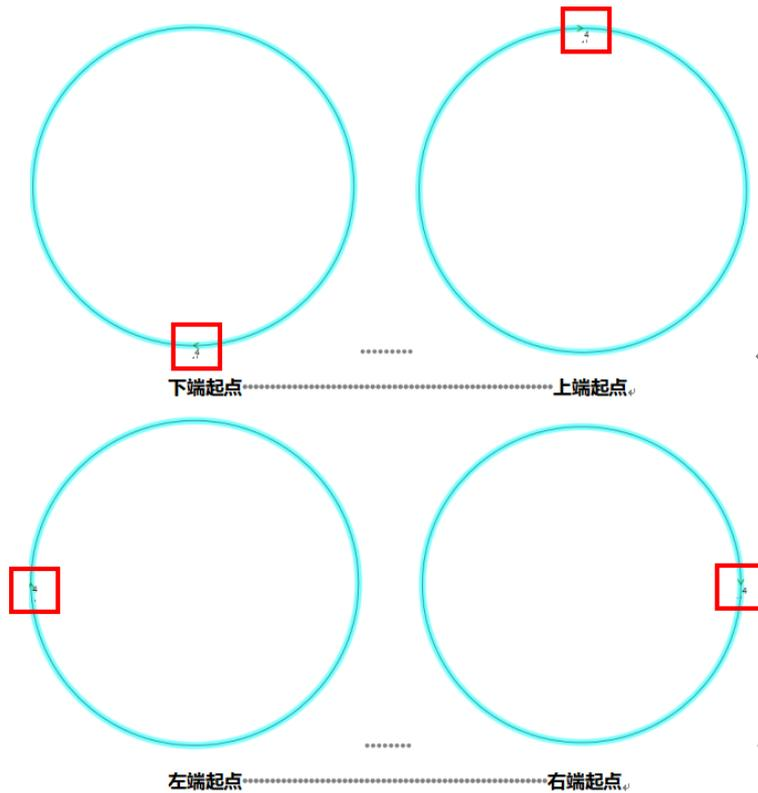

图 5.3.4d 四向起缝点操作示意
③以下图圆为例分别点击上端起点、下端起点、左端起点、右端起点按键，如图 5.3.4d 所示。